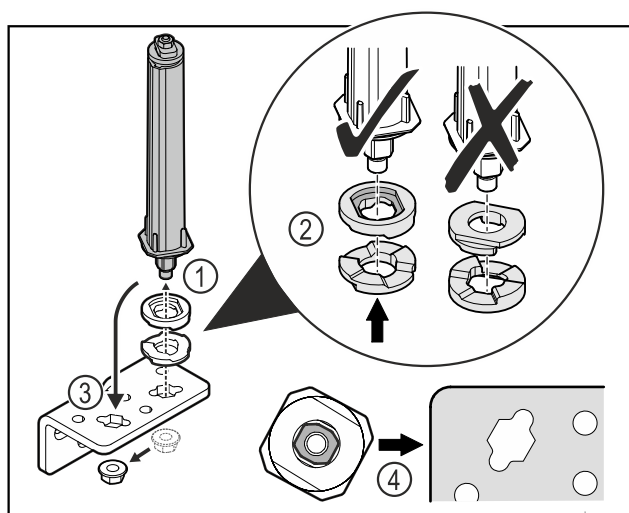

Fig. 52
- Lossa muttern och ta bort dörrlåssystemet Fig. 52 (1).
- Se till att rikta brickorna för höjdjustering korrekt Fig. 52 (2).
- Montera om dörrlåssystemet i gångjärnsfästet och fixera med muttern Fig. 52 (3).
- Kontrollera att dörrlåssystemet är korrekt riktat vid monteringen Fig. 52 (4).